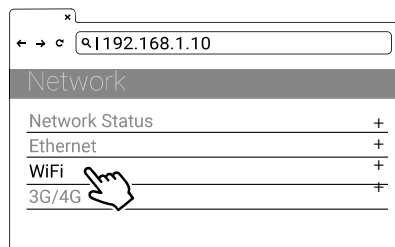

Figura 4-5. Selezione della rete
- 2) Selezionare Wi-Fi Module. Vedere la seguente figura 4-5.